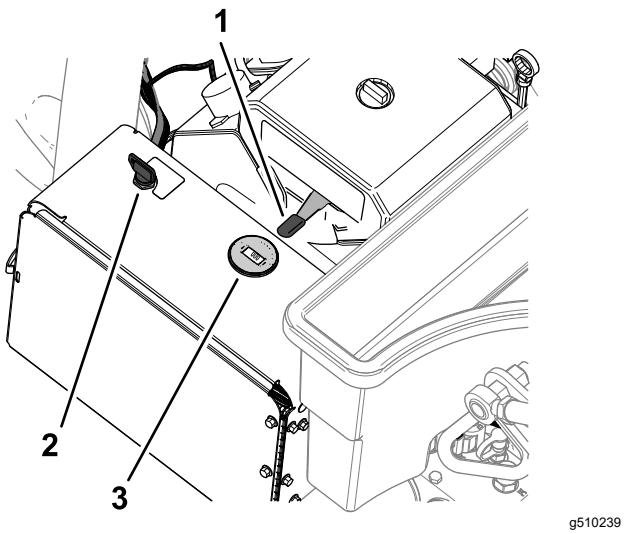

Bild 71
- Stellen Sie den Gasbedienungshebel (Bild 71) auf die LANGSAM-Stellung.